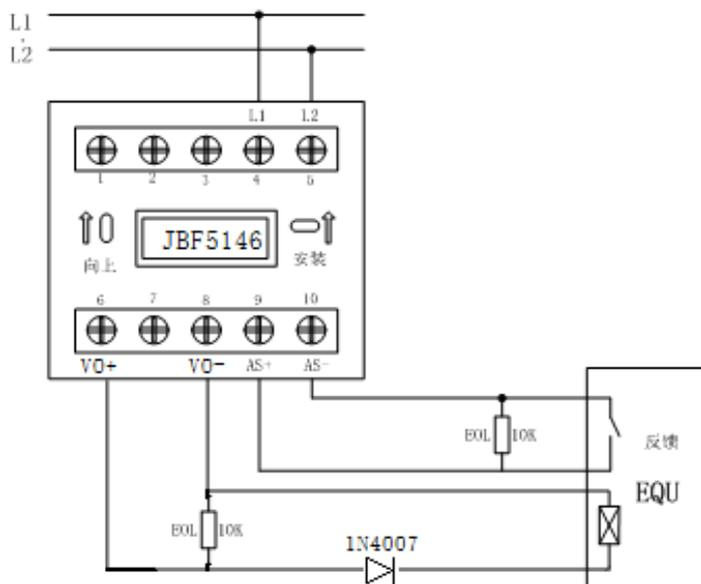

图 3 接线示意图
- ◆ VO+（端子 6）、VO-（端子 8）：接被控设备，模块启动后 VO+（端子 6）和 VO-（端子 8）输出最大能量 DC22V/60mA/60min，见图 3。